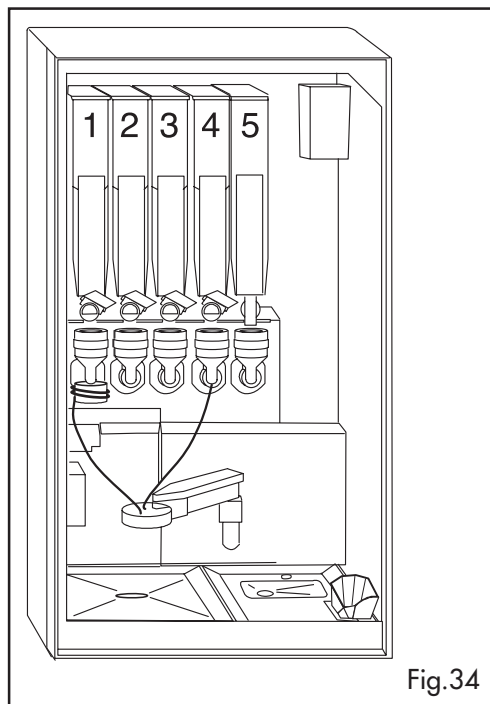

Fig.34
- De instant-koffie (niet cafeïnevrij) moet in de bak ref. 4 fig. 34 gedaan worden.
- Als u cafeïnevrije instant-koffie wilt gebruiken dan moet u deze in de bak ref. 5 (fig. 34) doen.
- In de programmeerfunctie is het mogelijk de functie "DECA VOORKEUZE" te activeren die de gebruiker de mogelijkheid biedt om te kiezen of hij gewone koffie of cafeïnevrije koffie wil gebruiken. Als de voorkeuze geactiveerd is worden als de gegevens met betrekking tot koffie geprogrammeerd worden (ref. 4 fig. 34) automatisch ook de gegevens met betrekking tot cafeïnevrije koffie gevraagd (ref. 5 fig. 34).